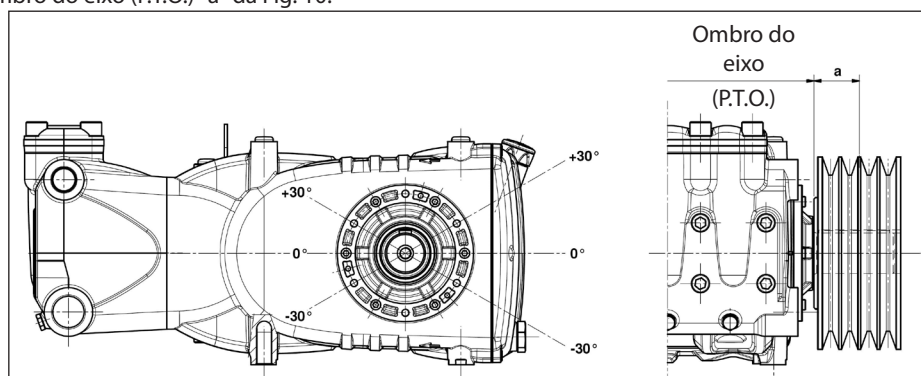

Fig. 10
Diâmetro mínimo da polia conduzida (no eixo da bomba):  $\geq 250$  mm. A carga radial sobre o eixo não deve ser superior a 7500 N (valor necessário para a definição do layout). A transmissão é considerada adequada, se tal carga é aplicada a uma distância máxima de  $a=40$  mm do ombro do eixo (P.T.O) conforme indicado na Fig. 10.
- b) Use correias de alto rendimento - por exemplo **XPB** ao invés de **SPB** - pois resultará necessário uma quantidade inferior de correias com a mesma potência transmitida e uma conseqüente distância inferior do resultante em relação ao ombro do eixo (P.T.O.) "a" da Fig. 10.